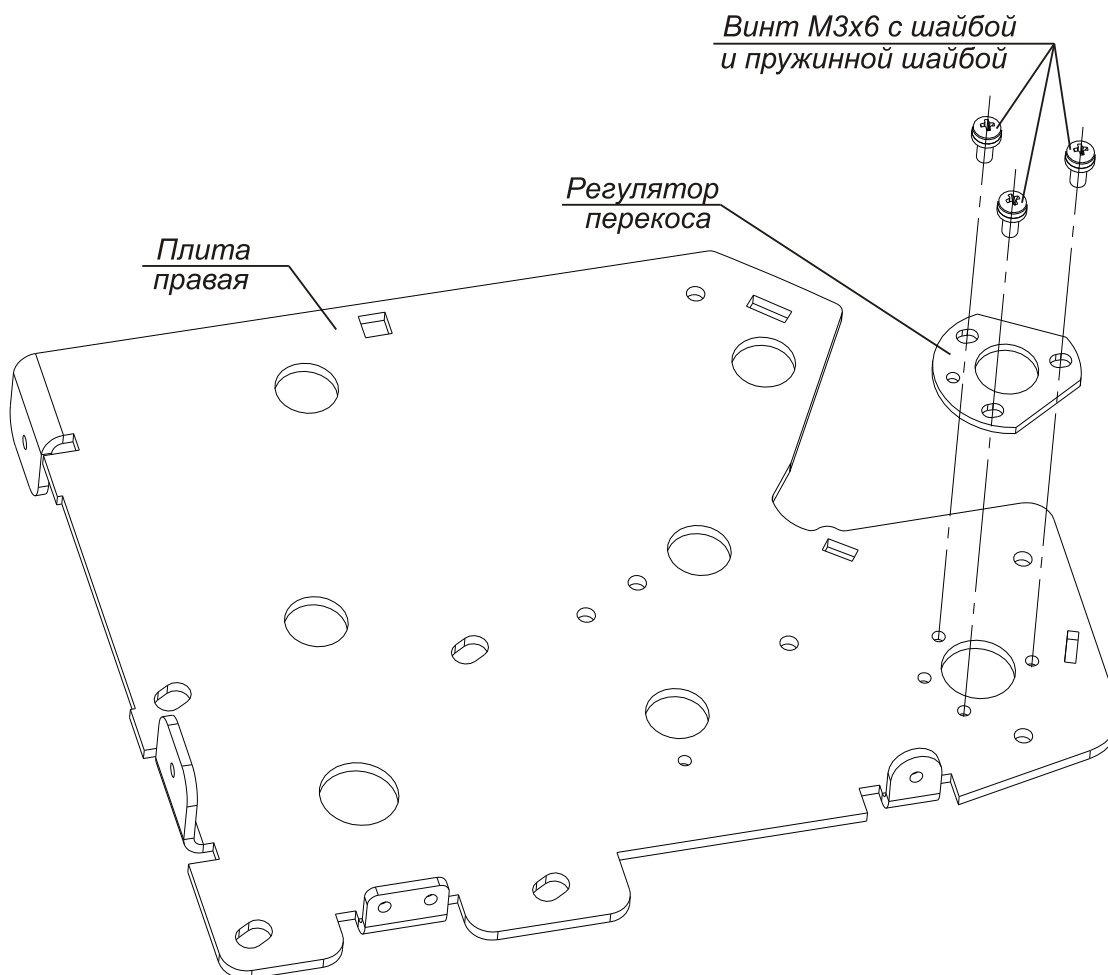

Рис. 49
Для разборки выполните следующие действия (Рис. 49):
Рис. 49а
Рис. 49б
Рис. 49в
Рис. 49г
1. Вывинтите четыре винта S3x16 крепления вентилятора (Рис. 49а).
2. Снимите вентилятор (Рис. 49б).
Установку вентилятора производите в обратной последовательности, при этом вентилятор ориентируйте, как показано на Рис. 49а. Винты не перетягивать, фиксировать до момента касания вентилятора шляпкой винта плюс $\frac{1}{4}$ оборота (Рис. 49в), после фиксации вручную убедиться в надежности крепления и отсутствии люфтов. Не допускается деформация или повреждение (трещины) вентилятора, вследствие передавливания винтами (Рис. 49г). Кабель вывести в вырез на задней крышке как показано на Рис. 49а. После сборки счетчика необходимо проверить работоспособность вентилятора, для этого счетчик включить и визуально (и/или на слух) контролировать работу вентилятора – вентилятор вращается на высокой скорости с постоянным звуком, без перебоев и характерного дребезга (дребезг может появиться, если вентилятор недостаточно зафиксирован). Если вентилятор не вращается или вращается медленно/неравномерно с посторонним звуком, то необходимо ослабить крепление вентилятора на $\frac{1}{4}$ оборота и проверить снова.